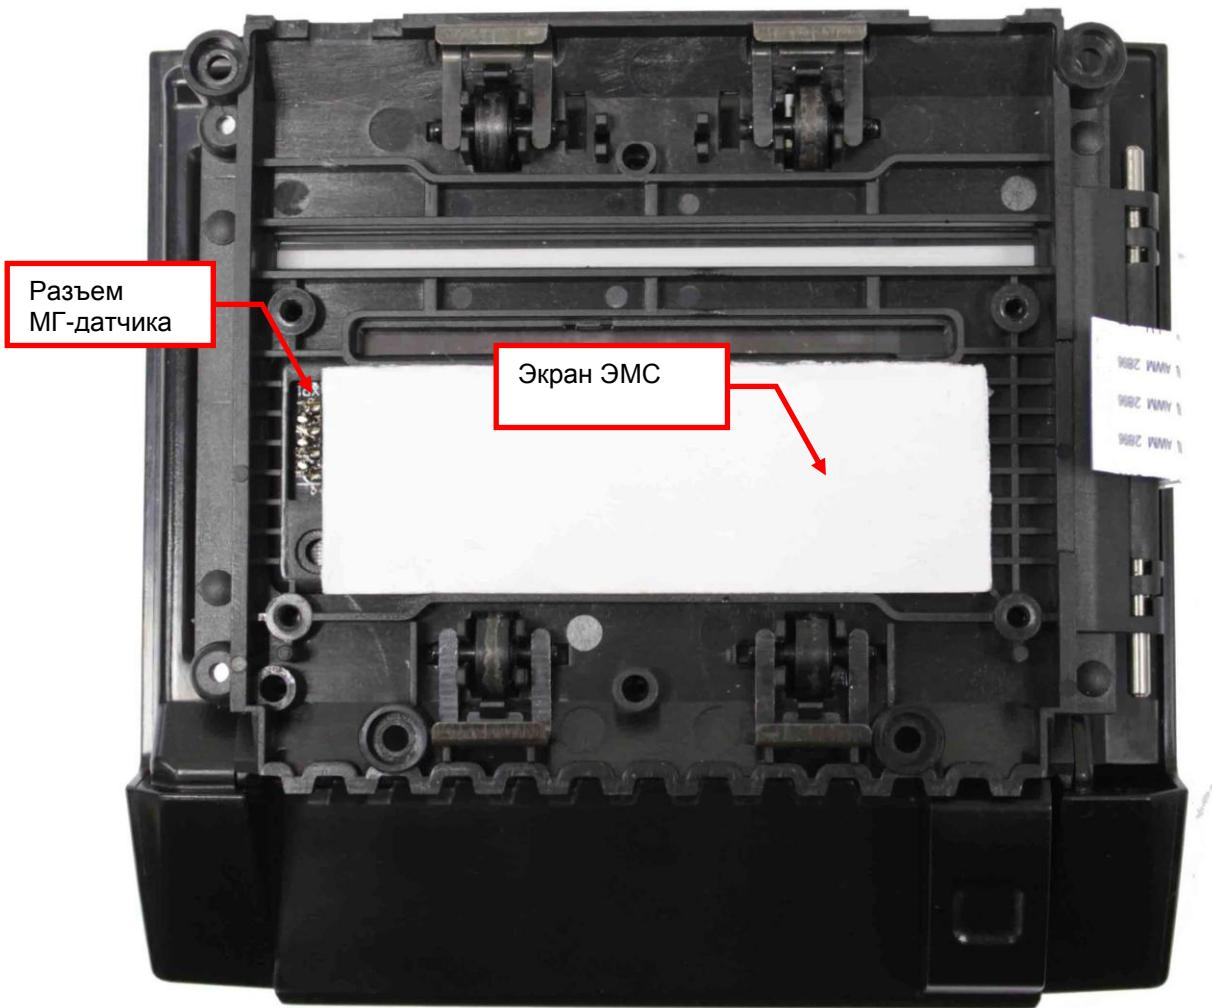

Рисунок 9.17
**Внимание:** под модулем ЦПУ находится незакрепленный экран ЭМС (скотч хром зеркальный) (см. рис. 9.17). При установке модуля ЦПУ контролировать наличие экрана ЭМС.
**Внимание:** В случае установки нового экрана ЭМС (скотч хром зеркальный), необходимо предварительно свернуть скотч. Скотч сворачивать так, чтобы металлическая поверхность была внутри (см. рис. 9.17а).
Рисунок 9.17а